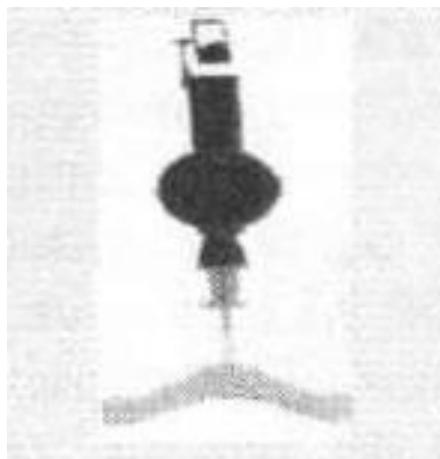

Рисунок 9 – Аппарат ЛВП – М – ПХП
**9. Прибор для определения** максимальной высоты некопящего пламени авиационных топлив по ГОСТ 4338, ASTM D 1322, ISO 3014 (рис. 9).